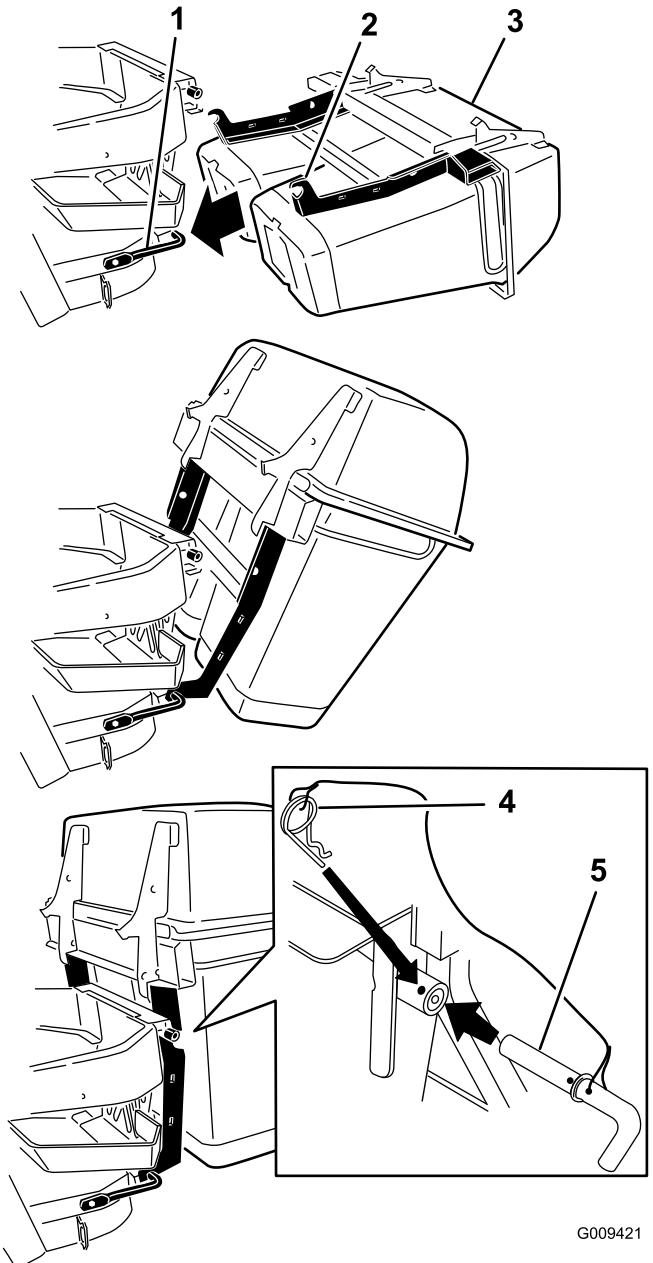

Figura 7
2. Infilate i ganci sulla staffa di fissaggio inferiore (Figura 7).
3. Ruotate il gruppo cofano verso l'alto sulla staffa di fissaggio inferiore del sistema di raccolta (Figura 7).
4. Allineate il foro nell'insaccatrice con la staffa di fissaggio superiore (Figura 7).
5. Installate il perno e fissatelo con la coppiglia su entrambi i lati (Figura 7).